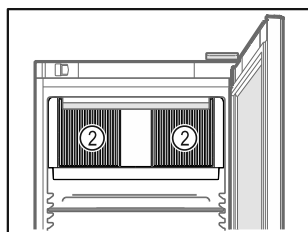

Fig. 64
- ❑ No obstruir la ranura de ventilación Fig. 64 (2) del ventilador de recirculación de aire del interior.